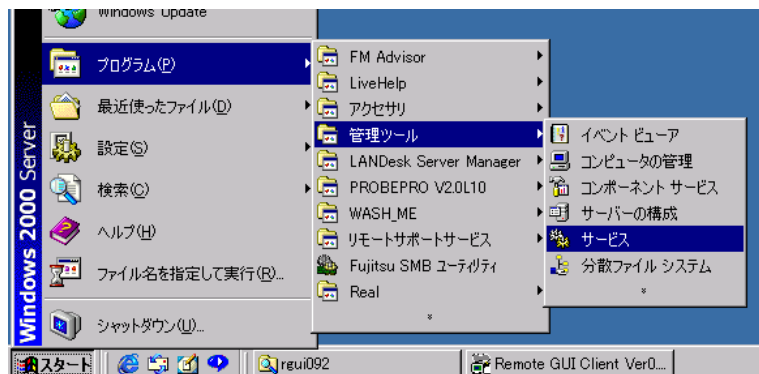

図 4-89 サービスダイアログの起動
- 1** タスクバーの[スタート]をクリックし「プログラム」→「管理ツール」→「サービス」の順にクリックします(図 4-89)